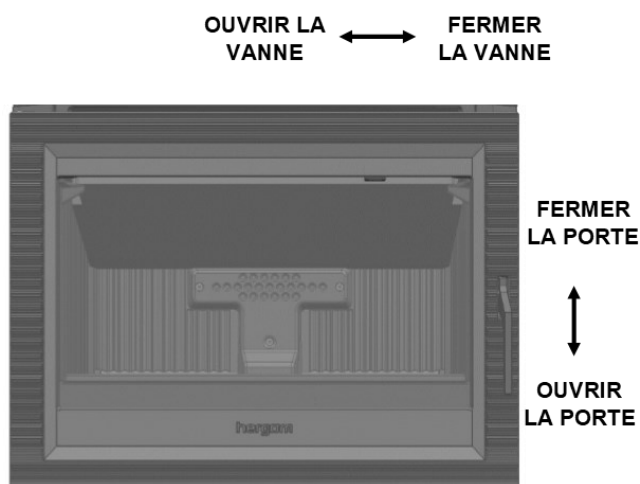

FIG. 2
Pour fermer la porte, saisir la poignée et poussez-le délicatement dans la poêle. Toujours utiliser un gant ignifuge (Fig. 2)
La position intermédiaire est en général la meilleure mais elle dépend cependant de la qualité et du tirage de la cheminée installée et du type de combustible employé (bois durs ou tendres) (Fig. 2).
1. **Ouvrez complètement la ou les arrivées d'air de l'appareil. (Fig. 2)**